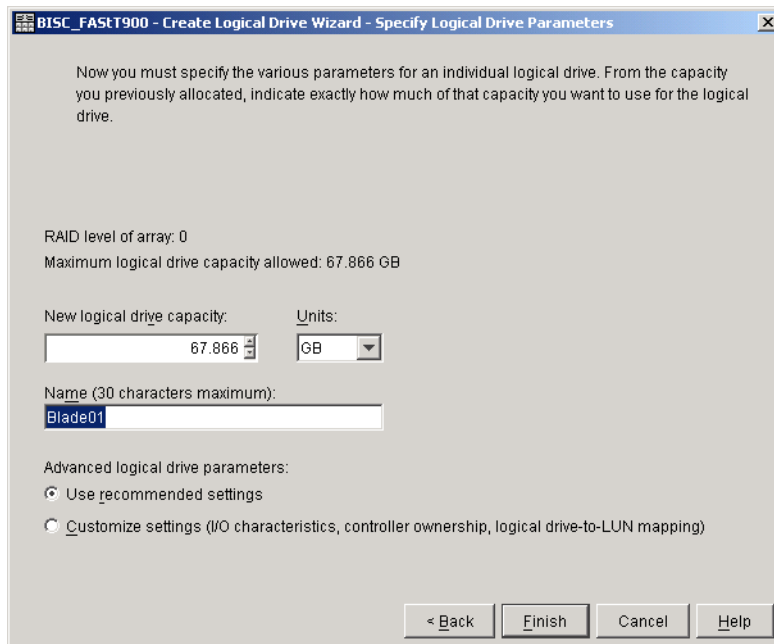

図7-51 論理ドライブ・パラメーターの指定
- c. 「Next」をクリックして、図 7-51 に表示されているウィンドウを開く。